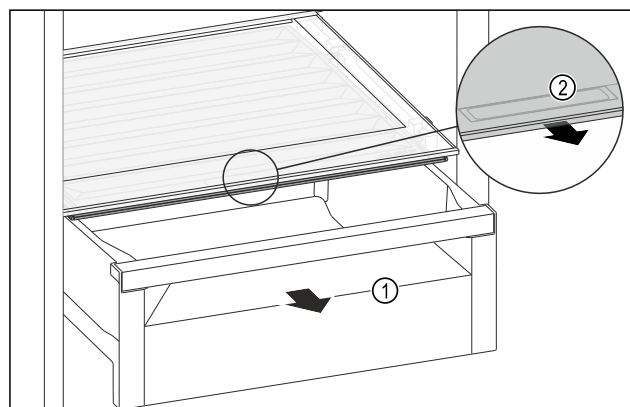

Fig. 206
- Izvlecite predal Fig. 206 (1).
- Primite prijemalno vdolbino Fig. 206 (2) na pokrovu predala in predal istočasno povlecite naprej.